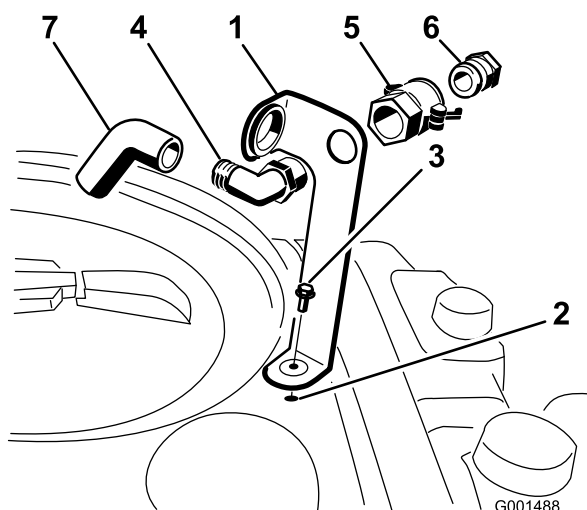

Figura 3
1. Ponete la staffa del connettore di riempimento sopra il foro filettato nel serbatoio, e fissatela con un bullone a testa flangiata (5/16 x 3/4 pollice) (Figura 3).
2. Inserite l'estremità filettata del raccordo a 90° nella staffa ed infilatevi il giunto ad accoppiamento rapido, fissandolo alla staffa (Figura 3).
3. Montate l'adattatore del flessibile nel giunto ad accoppiamento rapido (Figura 3).
4. Bloccate l'adattatore spostando le leve verso di esso, e fissatele con le coppiglie (Figura 3).
5. Installate il flessibile di non ritorno nell'apertura larga della staffa e infilatelo nell'estremità filettata del raccordo a 90° (Figura 3).